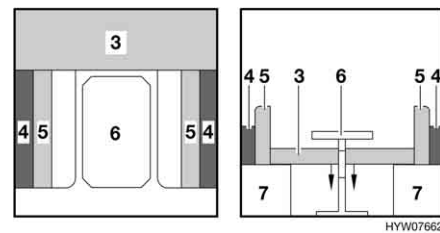

Bild 102 Während des Umbaus
- Die Sitzpolster (Bild 102,5) aufrecht stellen.
- Tisch (Bild 102,6) zum Bettunterbau umbauen (siehe Abschnitt 6.12).